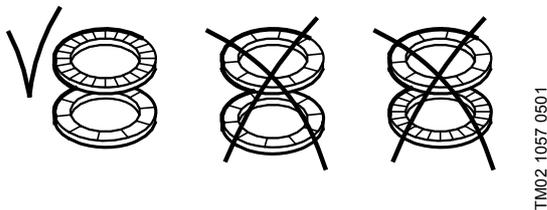

Abb. 20 Richtige Montage der Federscheiben
12. Das Laufrad (Pos. 49) aufschieben und die Kontermutter (Pos. 64c), die Federscheiben (Pos. 66) und die Mutter (Pos. 67) montieren. Siehe Abb. 20.